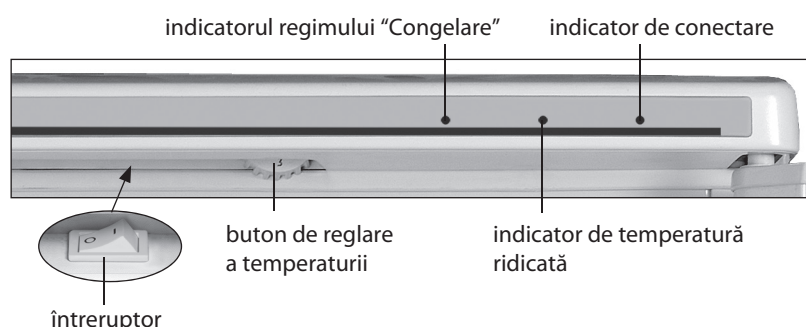

**Figura 3 – Elemente de comandă a congelatorului**
**2.1.1** Elementele de comandă în conformitate cu figura 3 sunt:
Pentru a porni congelatorul trebuie de conectat acesta la rețeaua electrică — se va aprinde indicatorul de conectare în conformitate cu figura 3.
Conectarea regimului „Congelare” se efectuează prin apăsarea întrerupătorului spre indicele „I” – se aprinde indicatorul regimului, la apăsare spre indicele „0” regimul se deconectează și indicatorul se stinge în conformitate cu figura 3.